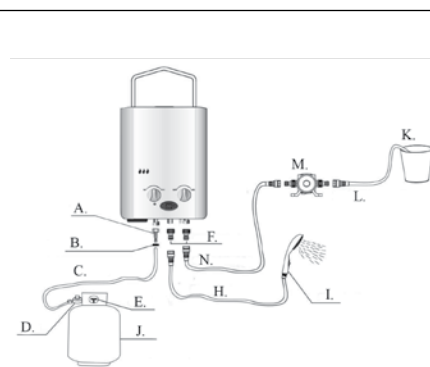

Fig. 4
- Raccordez la bonne extrémité du tuyau de gaz au régulateur (voir la fig. 4).
- Raccordez l'autre extrémité du tuyau de gaz à l'appareil (voir la fig. 4). Utilisez le raccord multi-pays 3 en 1 si cela est nécessaire. (Reportez-vous au manuel de l'image fourni concernant le connecteur multi-pays 3 en 1).